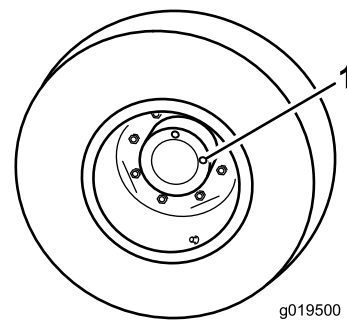

Figura 57
1. Com a máquina numa superfície plana, posicione a roda de forma a que 1 tampão de verificação fique na posição das 12 horas e o outro na das 3 horas (Figura 57).
2. Retire o tampão da posição das 3 horas (Figura 57).